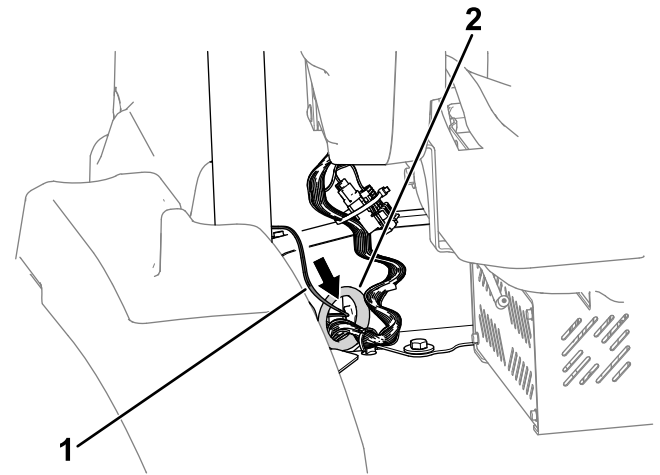

**Figura 7**
- Encaminhe a cablagem do kit do painel dos interruptores ao longo do tubo da barra de segurança como se mostra em Figura 7.
- Encaminhe a extremidade da cablagem identificada com P08 através do ilhó da plataforma (Figura 7).
- Prenda a cablagem no tubo da barra de segurança com braçadeiras de cabos, como necessário (Figura 7).